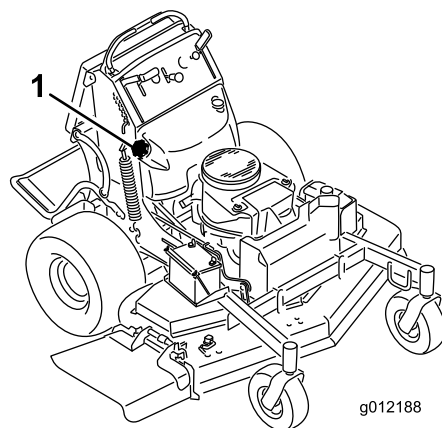

図 50
6. サイホンポンプを使って燃料タンクからガソリンを抜き出す (図 50)。